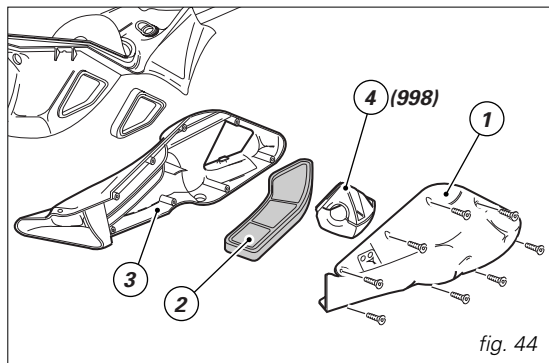

fig. 44
Reemplazo y limpieza de los filtros de aire (fig. 44)
Para ejecutar con mayor facilidad el procedimiento, la caja filtro aire está totalmente representada en un despiece (fig. 44). Quitar solo los elementos indicados en la siguiente descripción.
Quitar el filtro (2, fig. 44) del alojamiento en la tapa interior (3).